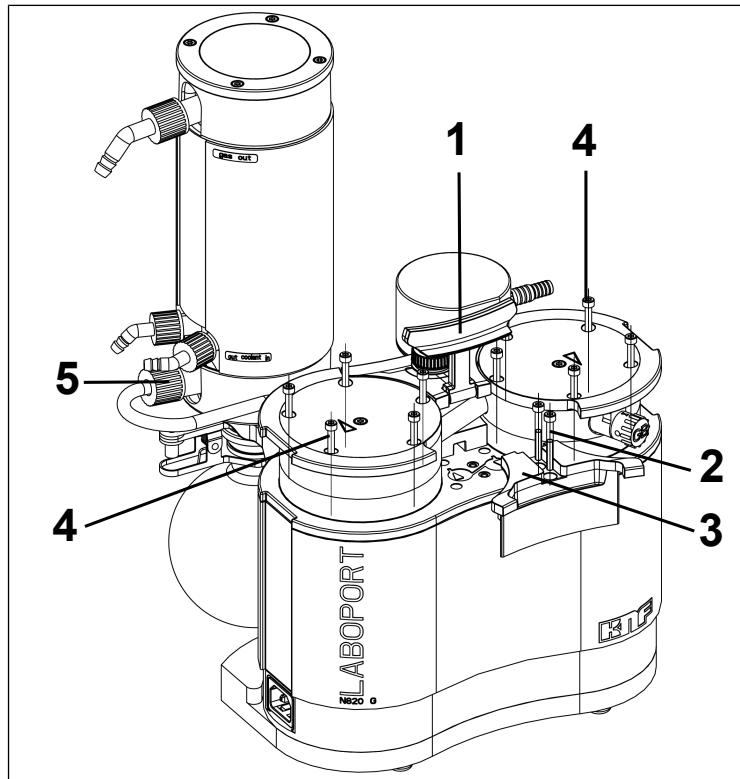
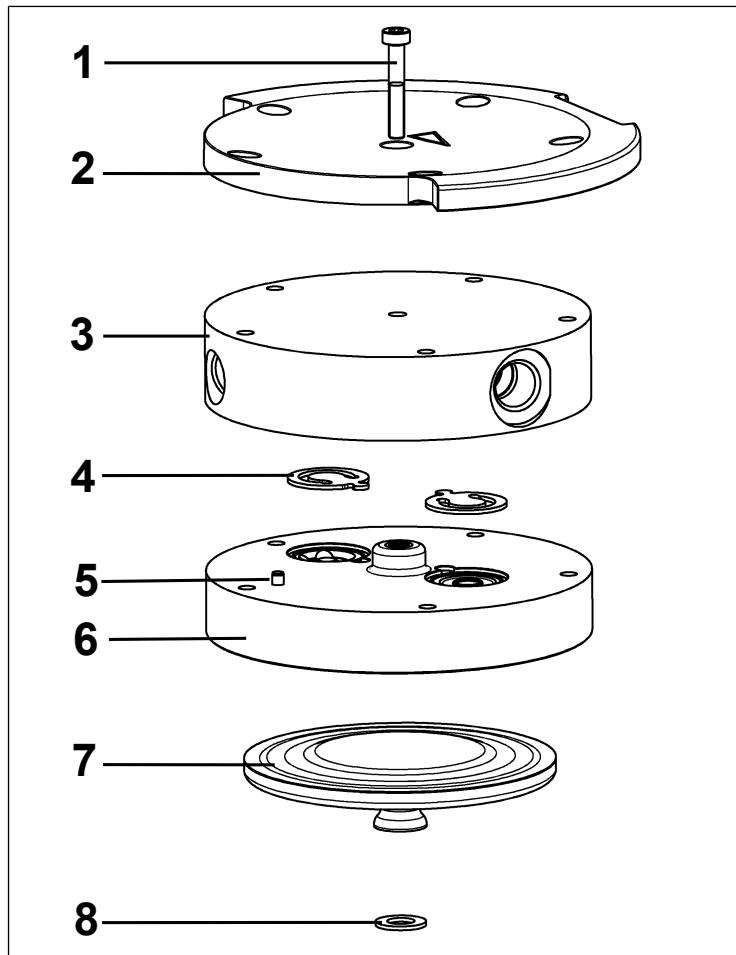

Fig.11: Desmontaje de la cubierta del asa
Fig.12: Cabezal de la bomba (bomba mostrada N820)
2. Aflojar la tuerca de unión de la conexión de manguera (5/ Fig. 11) del componente del sistema de vacío.
3. Poner el asa (1/Fig. 11) en posición vertical.
4. Aflojar los dos tornillos (2/Fig. 11) de la cubierta del asa (3/Fig. 11).
5. Retirar la cubierta del asa (3/Fig. 11).
6. Aflojar los tornillos con cabeza exteriores (4/Fig. 11) de los dos cabezales de la bomba.
**i** Los dos tornillos con cabeza interiores (1/Fig. 12) permanecen aún apretados.
**i** Los siguientes números de posición se refieren a Fig. 12, a no ser que se indique otra cosa.
1. Hacer una marca continua con un lápiz en la placa de presión (2), la tapa del cabezal (3) y la placa intermedia (6). Esto evita el montaje posterior incorrecto de las piezas.
2. Extraer los tornillos exteriores (4/Fig. 11) de los cabezales de la bomba.
8. Apretar el tornillo con cabeza interior (1) en el centro de la placa de presión (par de apriete: 1 Nm).
9. Apretar los tornillos (4Fig. 11) en forma cruzada (par de apriete: SH/SR820G: 4 Nm; SR/SR840G: 5 Nm)
11. Apretar a mano la tuerca de unión de la conexión de manguera (5/Fig. 11) del condensador de alto rendimiento (2/Fig. 2).
1. Montar la cubierta del asa (3/Fig. 11).
2. Apretar los tornillos (2/Fig. 11) de la cubierta del asa (3/Fig. 11) (par de apriete: 2 Nm).